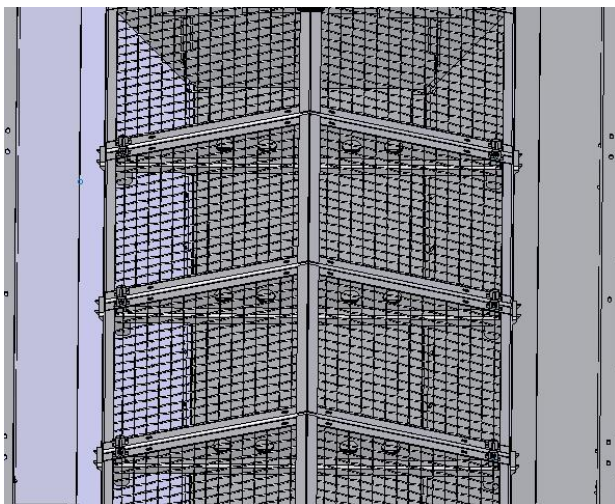

Рисунок 19 – Решетки бункера (из нержавеющей стали)
2.17 Решетки бункера (Рисунок 19) предназначены для отделения крупных включений при загрузке, просеивания и распределения удобрений: устанавливаются внутри бункера и фиксируются при помощи болтов с гайками. Сетки решетки выполнены из нержавеющей стали.